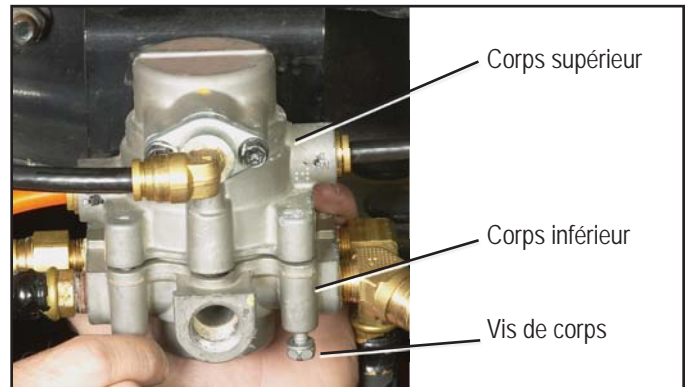

Figure 11 - FIXER LE CORPS SUPÉRIEUR ET LE CORPS INFÉRIEUR
2. Tel qu'illustré à la Figure 11, alignez le corps inférieur de la soupape avec le corps supérieur. Pousser les deux moitiés de corps l'un vers l'autre. Insérez tout d'abord deux des quatre vis (resserrez avec les doigts) dans les trous d'assemblage du corps inférieur situés le plus près du port d'alimentation. Cette procédure favorisera l'alignement. Une vis additionnelle a été incluse dans la trousse pour remplacer une vis qui aurait été égarée au cours de l'installation.